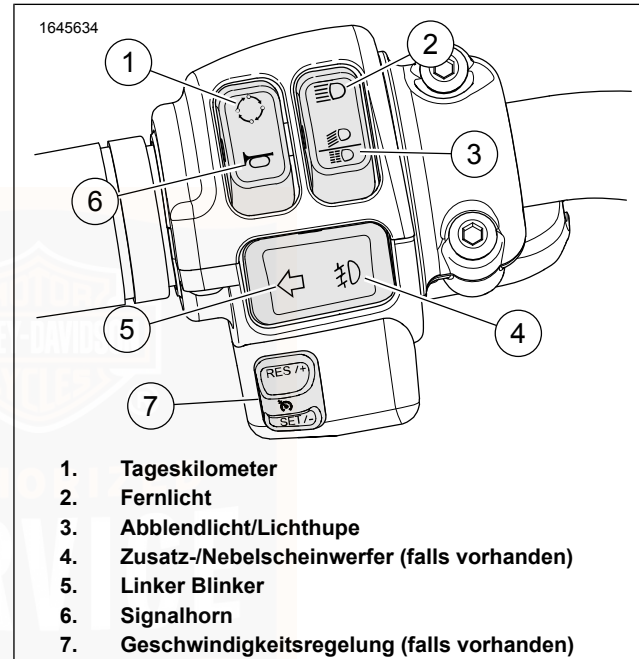

Abbildung 31. Linkes Schaltermodul
Siehe Abbildung 31. Durch den Tageskilometerschalter (1) wird der Tageskilometerzähler aktiviert. Der Tageskilometerschalter wird auch zum Blättern durch die optionalen Bildschirme der Kilometerzähleranzeige verwendet. Wenn die Zündung AUSGESCHALTET ist, kann über den Tageskilometerschalter die Zeit- oder Kilometerzähleranzeige aufgerufen werden. Siehe Tabelle 34.
Siehe Abbildung 31. Den Fernlichtschalter (2) drücken, um das Fernlicht einzuschalten. Das Aufleuchten der blauen Kontrollleuchte für Scheinwerfer-Fernlicht zeigt an, dass das Fernlicht betätigt ist. Siehe Tabelle 34.
Abblendlicht: Siehe Abbildung 31 . Den unteren Teil des Schalters (3) drücken, um das Abblendlicht einzuschalten.
Siehe Abbildung 31. Der Geschwindigkeitsregelungsschalter (7) wird an entsprechend ausgestatteten Fahrzeugen zur Geschwindigkeitsregelung verwendet. Siehe Funktionsweise > Geschwindigkeitsregelung (Seite 121) . für einen detaillierten Betrieb.
Siehe Abbildung 31. Drücken Sie auf den Zusatz-/Nebelscheinwerfer-Schalter (4), um die Zusatz-/Nebelscheinwerfer einzuschalten. Siehe Tabelle 34
Aktivieren: Siehe Abbildung 31 . Den linken Blinkerschalter (5) zur Aktivierung des linken Blinkers betätigen. Siehe Tabelle 34.
Siehe Abbildung 31. Das Signalhorn wird über den